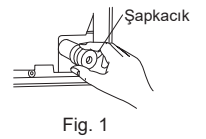

Fig. 1
- Soğutma borularını ve pis su hortumunu birlikte koyun, sonrasında uçtan boru şeridini (4) sıkıca uygulayın. Keçe bandı (4) genişliği bandın genişliğinin 1/3'ü kadar olmalıdır. Keçe bandının (4) uç kısmında bandaj tipası kullanın.
- İç ünitenin sağ yan tarafındaki şapkaçığı çekip çıkartın. (Fig. 1)